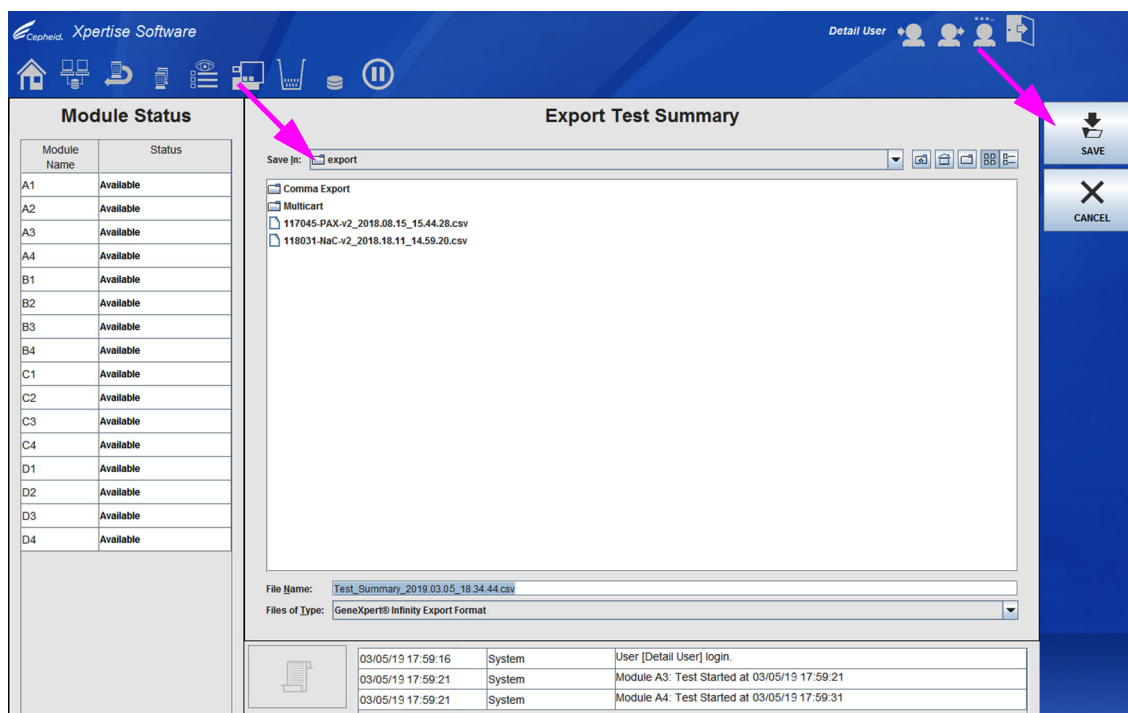

图 10-85. 导出测试摘要 (Export Test Summary) 工作区
4. 选择**导出 (EXPORT)** 按钮（请参见图 10-84）。将显示导出测试摘要 (Export Test Summary) 工作区。请参见图 10-85。
5. 在导出测试摘要 (Export Test Summary) 工作区（参见图 10-85），确认位置以保存报告并选择**保存 (SAVE)** 按钮。文件会以 .csv 文件保存在所选的位置。